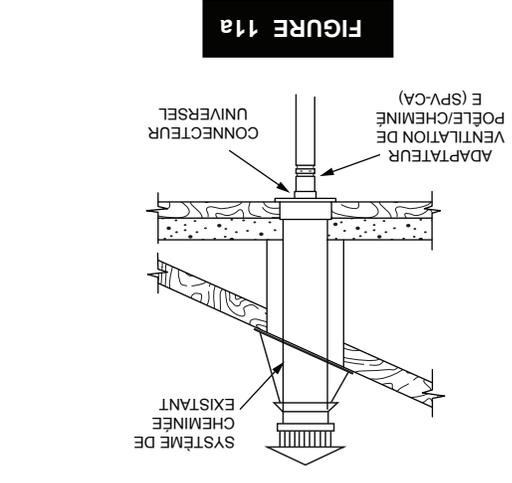
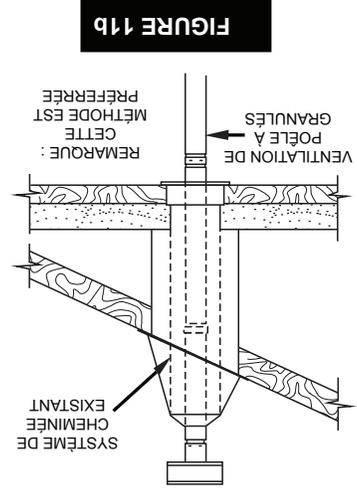

FIGURE 11a
FIGURE 11b
D. VERTICALEMENT AVEC UN SYSTEME DE CHEMINÉE EXISTANT (Figures 11a et 11b)
Des adaptateurs sont disponibles pour raccorder depuis une ventilation en PL de 3" ou une cheminée de Classe A de 8" (Figure 11a), En solution alternative, une ventilation en PL de 3 ou 4" peut être tirée à l'intérieur de la cheminée existante jusqu'à sa terminaison (Figure 11b). C'est la méthode à préférer. Respectez les consignes pour la longueur équivalente de ventilation.